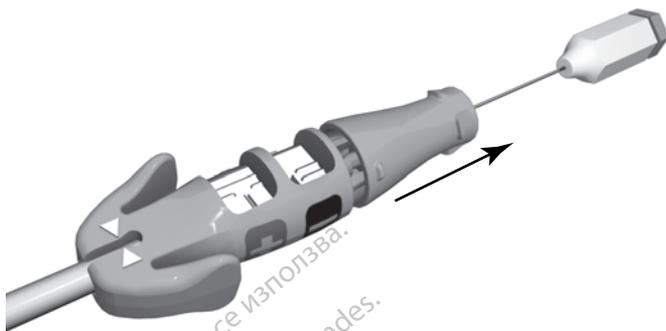

Abbildung 6. Gelöster Fixierknopf der Messkappe
3. Lösen Sie den Fixierknopf vom Anschlussstift, bevor Sie die Elektrode in die Vene einführen (Abbildung 6 Gelöster Fixierknopf der Messkappe auf Seite 22).